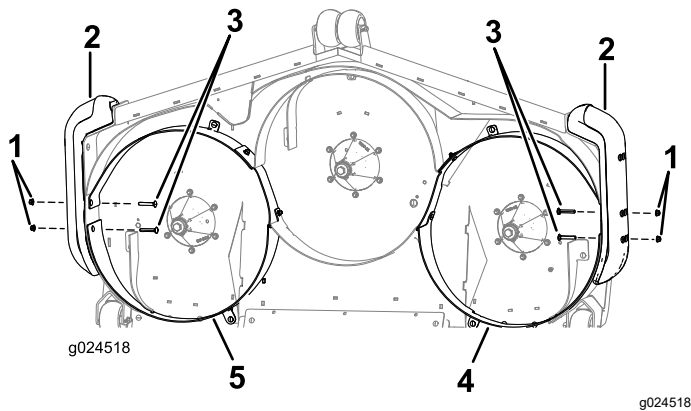

Figura 5
Nota: Per favorire l'allineamento dei deflettori, inserite i bulloni a testa tonda ($\frac{3}{8}$ " x $2\frac{1}{2}$ ") e i dadi flangiati ($\frac{3}{8}$ ") senza serrare attraverso il lato dei deflettori e del paraurti (Figura 5).
1. Inserite 2 bulloni a testa tonda ($\frac{3}{8}$ " x $2\frac{1}{2}$ ") su ogni lato attraverso il deflettore destro e sinistro e i paraurti (Figura 5).
2. Fissate i 2 bulloni a testa tonda utilizzando 2 dadi flangiati ($\frac{3}{8}$ ") su ciascun lato (Figura 5).